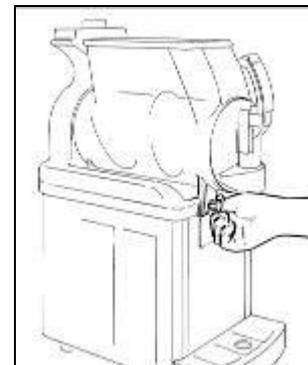

Fig. 17
- **F**issare la vasca avvitando entrambi i pomelli fino al fondo della loro corsa (fig.17).